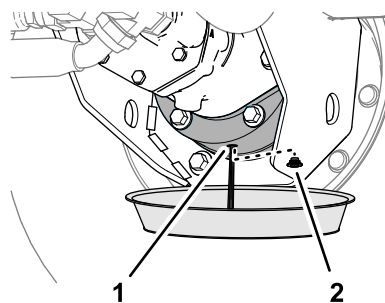

Figure 91
6. Placez un bac de vidange sous le carter de frein, enlevez le bouchon de vidange et vidangez toute l'huile (Figure 91).